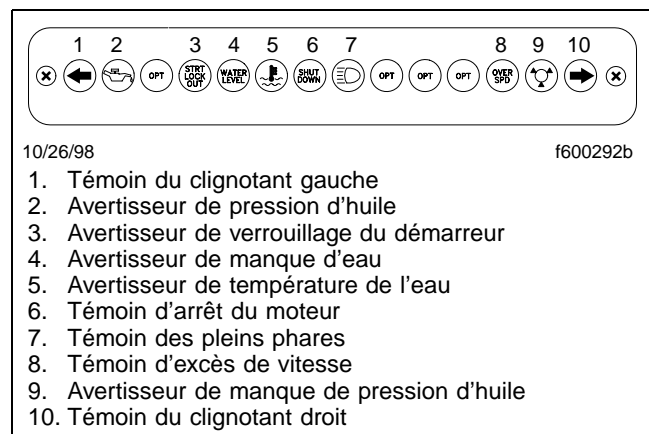

Fig. 2.23, Système d'avertisseur VIGIL III
Le système VIGIL III est un système à commande électronique avec un limiteur de la vitesse maximale sur véhicule, un enregistreur d'excès de vitesse et un arrêt du moteur en option. Il commande les fonctions de clignotants et différentes fonctions en option. Une barre de voyants à semi-conducteurs (**Fig. 2.23**) dans la planche de bord contient les affichages pour les fonctions.
- Si le moteur surchauffe, un avertisseur lumineux (**Fig. 2.23**) s'allume et un avertisseur sonore retentit. La température qui déclenche les avertisseurs varie en fonction du type de moteur; les limites sont programmées dans le système à l'usine même. Si la température
Le système fait fonctionner le relais des clignotants et les témoins (**Fig. 2.23**).
NOTA : Si la fonction de verrouillage s'enclenche pour permettre au démarreur de refroidir, l'avertisseur lumineux de verrouillage du démarreur (**Fig. 2.23**) s'allumera pendant les deux minutes de la période de refroidissement. Si la fonction de verrouillage s'enclenche pour une autre raison, l'avertisseur s'allumera uniquement si le bouton du démarreur est enfoncé dans les deux secondes qui suivent le verrouillage et restera allumé tant que le bouton est enfoncé.
- Le système possède un régulateur de vitesse pour limiter la vitesse maximale du véhicule. Le régulateur peut être réglé à n'importe quelle vitesse entre 70 et 140 km/h (45 et 85 milles/h). Il limite la vitesse du véhicule en coupant l'alimentation en carburant lorsque la vitesse déterminée est atteinte. Si le système ne fonctionne pas bien, le témoin d'excès de vitesse de la barre des voyants (**Fig. 2.23**) clignote pendant dix secondes à chaque fois que moteur est démarré.
Le système commande aussi plusieurs fonctions comme le témoin des pleins phares (**Fig. 2.23**), l'avertisseur lumineux et l'avertisseur sonore de manque de pression d'air et commande quatre fonc-